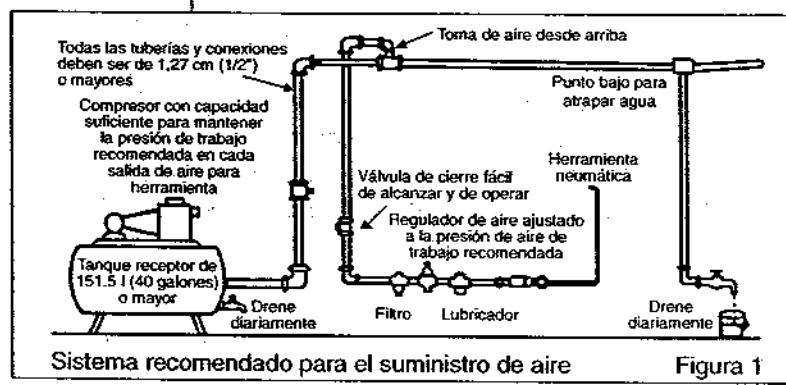

Figura 1
Use un suministro de aire limpio y lubricado que tenga una presión de 6,2 bar en la herramienta cuando la herramienta esté operando con el gatillo completamente oprimido y el regulador de aire en la posición de flujo máximo. Use el tamaño y longitud que hayan sido recomendados para la manguera. Se recomienda que la herramienta se conecte al suministro de aire como se muestra en la Figura 1. No conecte un acoplador de conexión rápida directamente a la herramienta. En su lugar, use una conexión flexible de aproximadamente 30 cm de longitud. No conecte la herramienta al sistema de la línea de aire sin incorporar una forma fácil de alcanzar y cerrar la válvula de cierre de aire. El suministro de aire debe estar lubricado. Se recomienda firmemente el uso de un filtro de aire, regulador o lubricador (FRL), como se muestra en la Figura 1, ya que así se podrá suministrar a la herramienta un aire limpio, lubricado y a la presión correcta. Los detalles de este tipo de equipo se pueden obtener de su suministrador. Si no se usa este tipo de equipo, la herramienta se deberá lubricar cerrando el suministro de aire a la herramienta y aliviando la presión en la línea al oprimir la palanca reguladora de velocidad en la herramienta. Desconecte la línea de aire y vierta dentro del adaptador de la manguera (9) una cucharadita (5 ml) de una aceite lubricante apropiado para motores neumáticos que contenga un inhibidor de corrosión. Vuelva a conectar la herramienta al suministro de aire y haga funcionar la herramienta durante unos segundos para permitir que el aire haga circular el aceite. Si la herramienta se usa frecuentemente o si comienza a perder velocidad o fuerza, lubríquela todos los días. Cuando la lubrique, asegúrese de que el filtro de aire en el adaptador de la manguera (9) esté limpio.